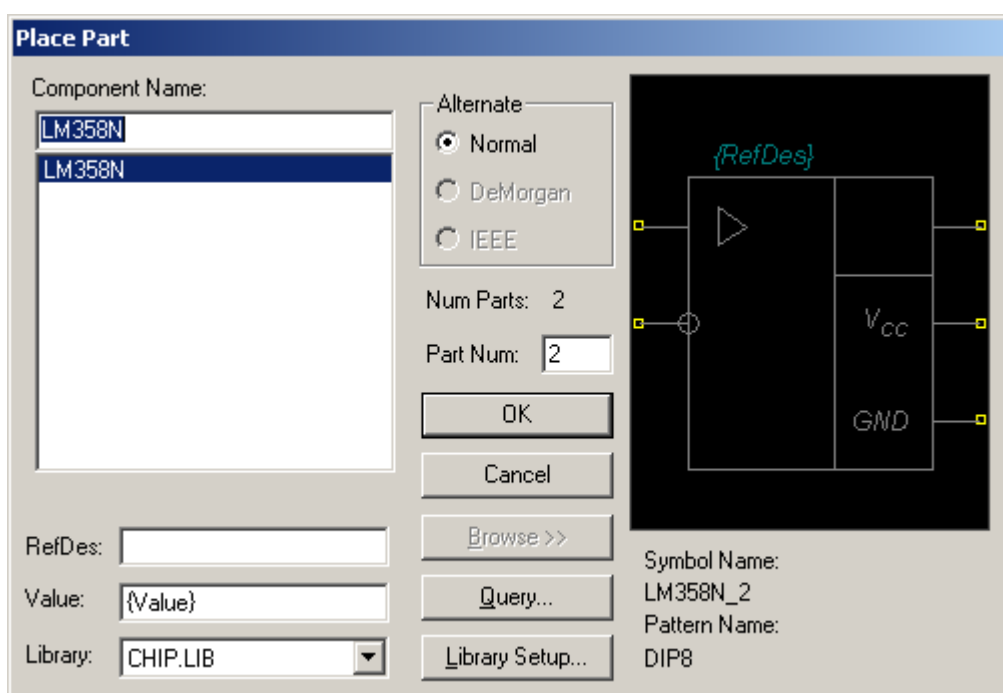

Рис. 6 Выбор второй секции ИМС LM358N из библиотеки
4.9 В поле **Part Num** введите значение 2 (рис. 6).